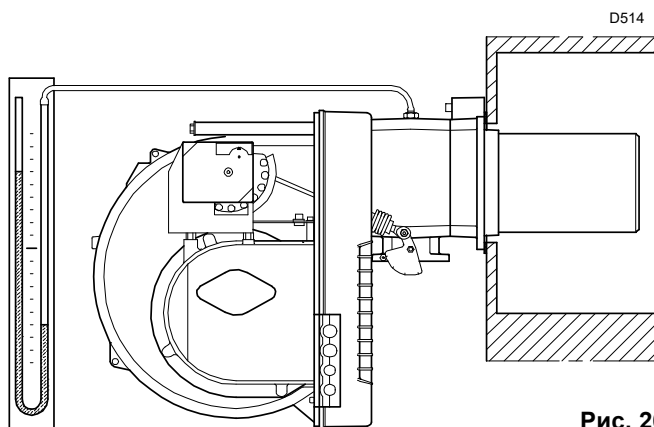

Рис. 26
- Подсоедините U-образный манометр (Рис. 26) к штуцеру для замера давления газа.
Поступление газа на муфту определяется U-образным манометром (Рис. 26).
Примерное значение можно получить по таблице на стр. 5, достаточно снять показания давления газа на U-образном манометре (см. Рис. 26 на стр. 22) и следовать указаниям, данным на стр. 18.